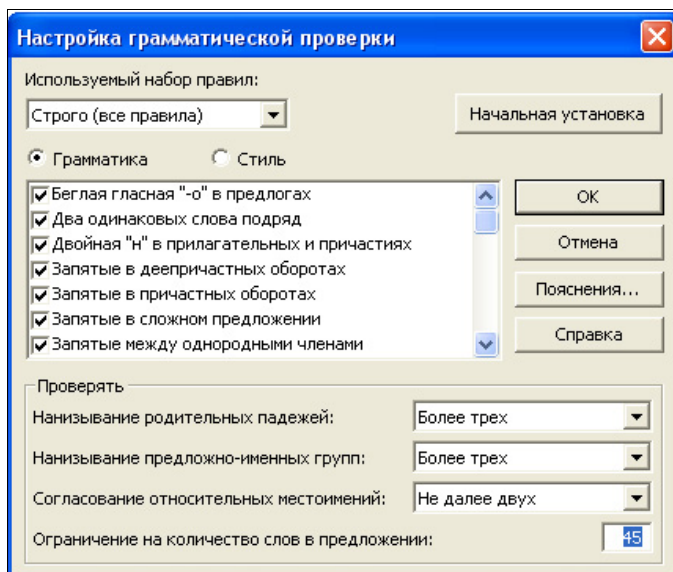

Рис. 23.14. Диалоговое окно **Настройка грамматических ошибок**
- ◆ нажмите кнопку **Настройка**. Система выведет на экран диалоговое окно **Настройка грамматических ошибок** (рис. 23.14).